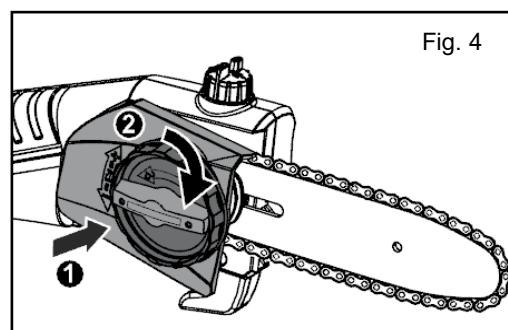

Fig. 4
- Positionnez le couvercle (Fig. 4①) et serrez-le avec le bouton de verrouillage (Fig. 4②).